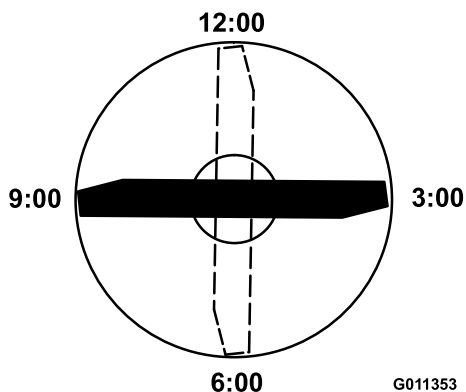

Figure 68
3. Positionnez le tranchant de l'extrémité repérée à la position 12 heures (droit devant dans la direction de la tonte) et mesurez la hauteur de la surface plane au tranchant de la lame (Figure 68).
4. Tournez l'extrémité repérée de la lame aux positions 3 et 9 heures et mesurez les hauteurs respectives (Figure 68).